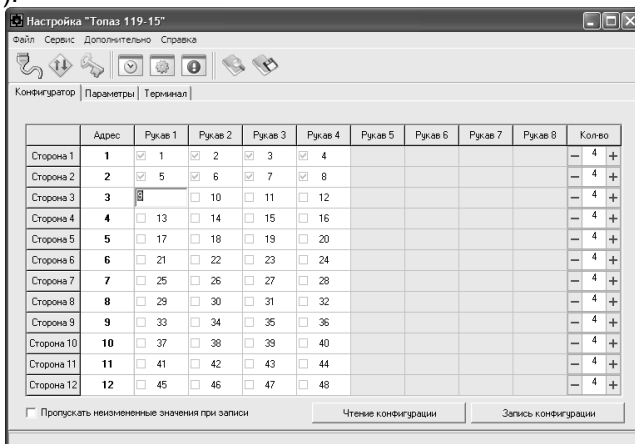

Рисунок 1
- считать конфигурацию устройства на вкладке "Конфигуратор" (рисунок 1).